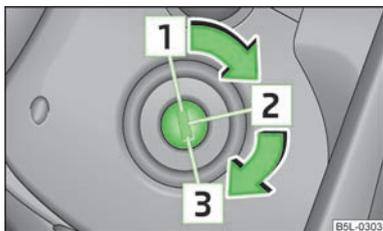

Fig. 94
- Appuyez à fond sur la pédale d'embrayage, mettez le contact 2 » fig. 94 et démarrez 3 - n'appuyez pas sur la pédale d'accélérateur. Maintenez la pédale d'embrayage enfoncée jusqu'à ce que le moteur démarre.
Coupez le moteur en faisant passer la clé de contact en position 1 » fig. 94.